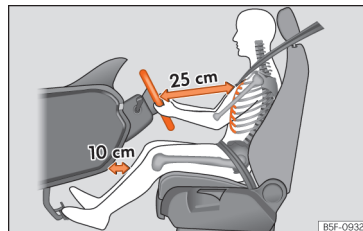

Fig. 3 La separazione corretta tra il conducente e il volante deve essere di 25 cm come minimo (10 pollici).
- Regolare il volante in modo che si trovi a una distanza di almeno 25 cm (10 pollici) dallo sterno »» **fig. 3** e sia possibile tenerlo con entrambe le mani sui lati, all'esterno, con le braccia leggermente flesse.
- Regolare il sedile longitudinalmente in modo da poter premere completamente i pedali tenendo le ginocchia leggermente piegate e in modo tale che la distanza tra l'area del ginocchio e il cruscotto sia di almeno 10 cm (4 pollici) »» **fig. 3.**